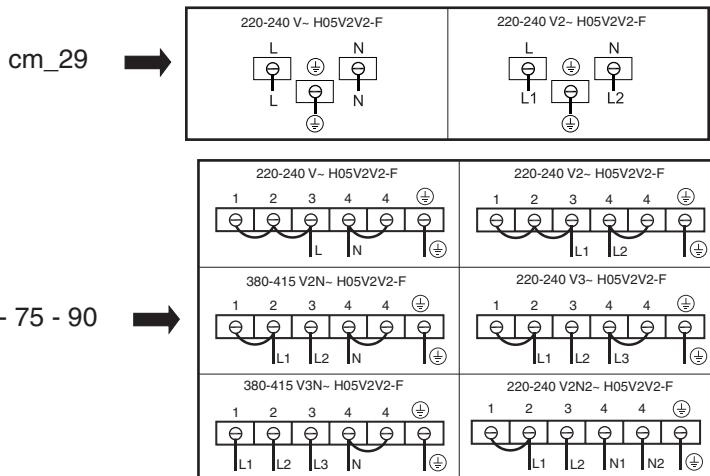

Fig.2
• Connexions électriques (Fig. 2)